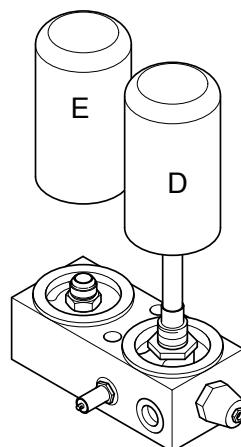

Рис. 6.3
**Замена масляного фильтра (см. рис. 6.3)**
(см. рис. 6.3)**